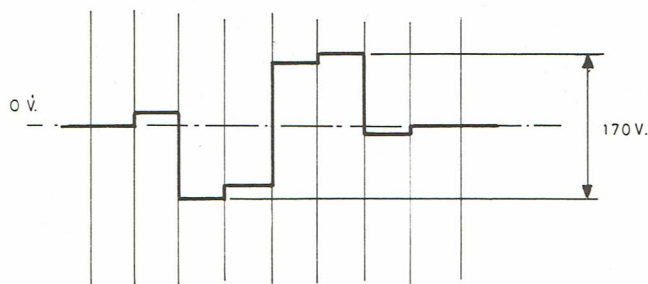

FIG. 11
3. L 520 pour la symétrie du signal (voir fig. 11).